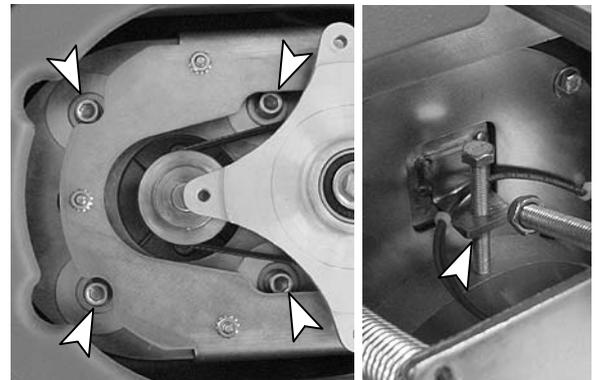

РИС. 14
- Ослабьте затяжку четырех крепежных винтов и контргайку болта натяжения в указанном порядке (Рисунок 14).